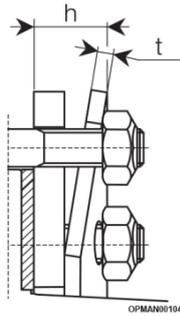

Abbildung 5.43
5.4.1.9 Ziehen Sie die Schrauben schrittweise an (z. B. jedes Mal eine halbe Umdrehung), um die Tellerfeder gleichmäßig auf die erforderliche Kompression „h“ zu drücken, siehe Abbildung 5.43.